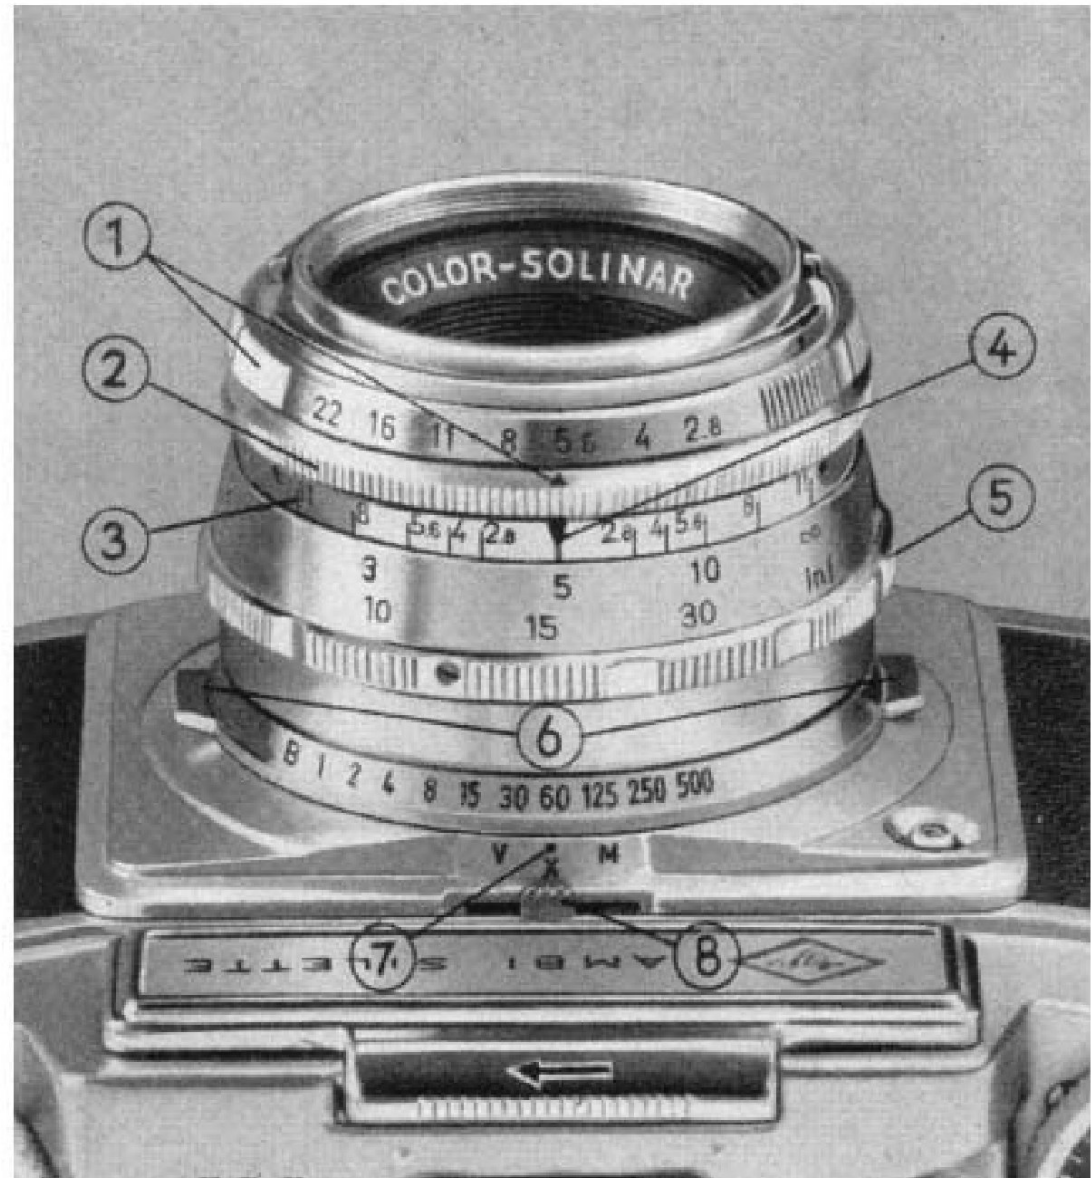

Abb. 20
Außerdem gibt die Schärfentiefenskala (3 Abb. 20) Anhaltspunkte über die Schärfenbereiche. Als Beispiel nehmen Sie unsere nebenstehende Abbildung, bei welcher eine Entfernung von 5 m gewählt wurde. Die Blendenzahlen sind links und rechts von der Markierung (4) gleichmäßig aufgetragen. Haben Sie z. B. auf 5,6 abgeblendet, so zeigt der Bereich zwischen den beiden Zahlen 5,6 auf der darunterliegenden Meterskala an, wie groß der Schärfenbereich bei dieser Blende und Entfernung ist: hier etwa 3,30 bis 10 m.
Die *Zweipunkt-Einstellung* stellt die einfachste und bequemste Art dar, die Schärfentiefe praktisch auszuwerten. Man stellt dazu den roten Punkt zwischen 8 und 11 der Blendenskala auf die Einstellmarke und eine der roten Zahlen der Meterskala auf den roten Index (Punkt 4 Abb. 20) und erhält dann etwa folgende Schärfenbereiche:
Dabei erfassen Zeige- oder Mittelfinger die Griffleisten und drehen den Verstellring, bis die gewünschte Verschlusszeit der Einstellmarke (7 Abb. 20) gegenübersteht.
Der im Synchro - Compur - Verschuß eingebaute Selbstauslöser – auch Vorlaufwerk genannt – wird mit Hilfe des Synchrohebels (8 Abb. 20) in Tätigkeit gesetzt. Man rückt den Hebel auf die Stellung „V“, was allerdings **nur nach dem Verschuß-Spannen**, also erfolgtem Filmtransport möglich ist. Nach Betätigung des Auslöseknopfes vergehen etwa 8 Sekunden bis der Verschuß auslöst und der Hebel läuft auf „X“ zurück. Bleibt er nicht auf „V“ stehen, so vergaßen Sie, den Film vorher zu transportieren, also den Verschuß zu spannen. *Den unbeabsichtigt auf „V“ gestellten Hebel kann man nicht wieder zurücknehmen, diese Aufnahme muß also mit Selbstauslöser*
Synchrohebel (8 Abb. 20)